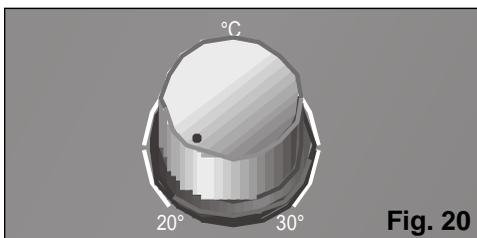

Fig. 20
- Réglez le thermostat en position de température minimale, **Fig. 20**.